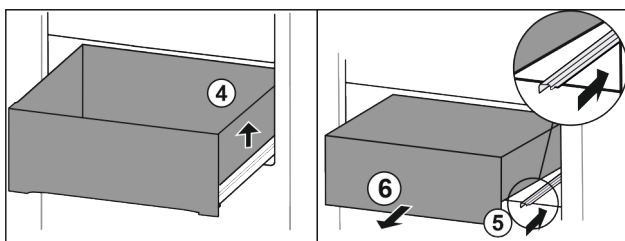

Fig. 97
- ▶ Lade rechts optillen. Fig. 97 (4)
- ▶ Rechter rail erin schuiven. Fig. 97 (5)
- ▶ Lade naar voren toe verwijderen. Fig. 97 (6)